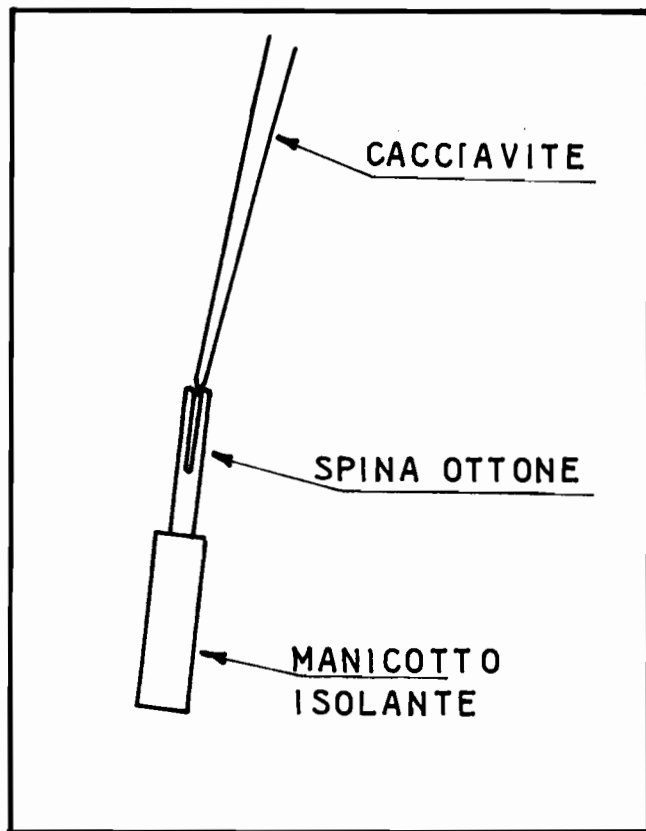

Fig. 11
- riavviti il manicotto colorato sullo spinotto di ottone. Se la banana entra troppo liberamente nelle boccole fissate sul telaio, può allargare, facendo leggermente leva con un cacciavite, le due estremità dello spinotto (fig. 11).